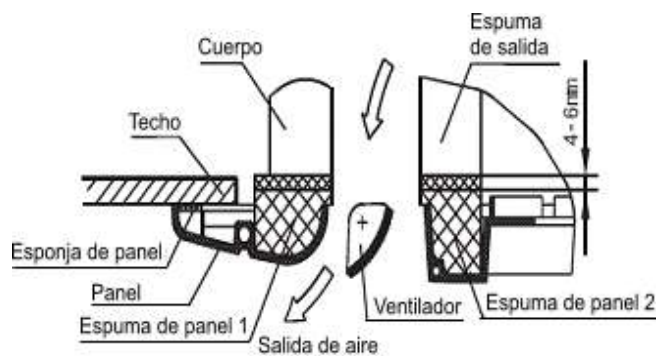

Fig. 4-13
- Siga apretando los tornillos debajo de los ganchos del panel, hasta que el grosor de la esponja entre el cuerpo y la salida del panel se haya reducido a unos 4~6 mm. El borde del panel deberá estar en contacto con el techo. *(Consulte la Fig. 4-13)*